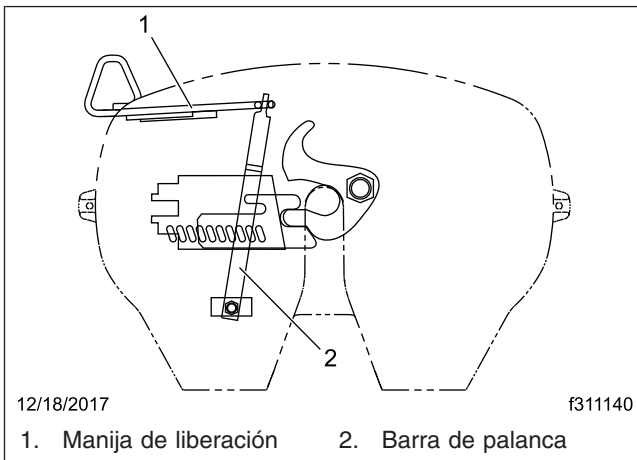

Figura 2, Alineamiento de la barra de palanca y de la manija de liberación
5. La barra de palanca y la manija de liberación deben estar alineadas correctamente. Vea la Figura 2. Compare el alineamiento de la palanca y de la manija de liberación con el alineamiento de una palanca y manija de liberación nuevas o con un conjunto que funcione correctamente. Reemplace toda barra de palanca o manija de liberación que esté torcida o mal alineada.